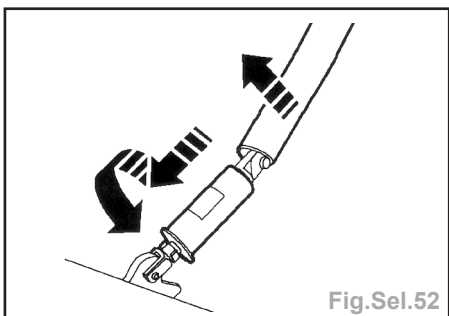

Fig.Sel.52
- Relâcher la tension sur les barres latérales (Fig.Sel.52).